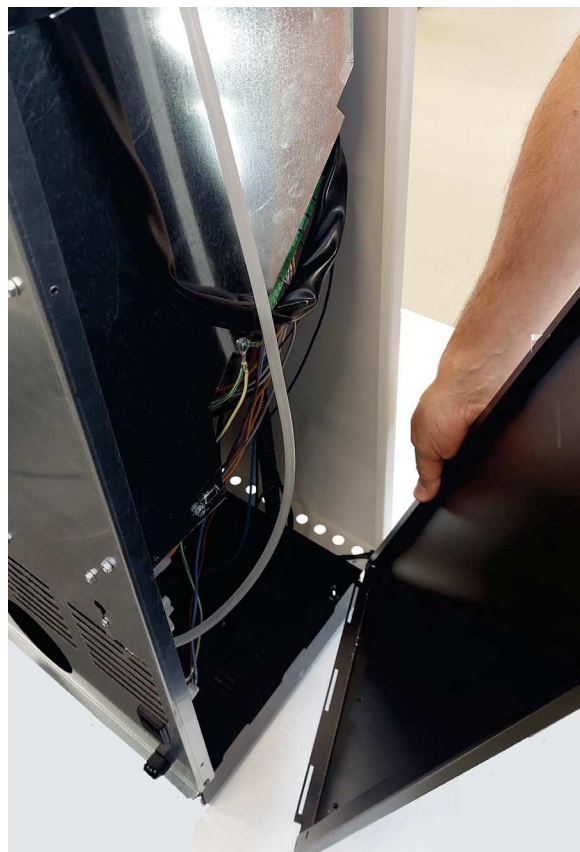

Fig. 34 -.
- Retirez le panneau (voir **Fig. 34**).